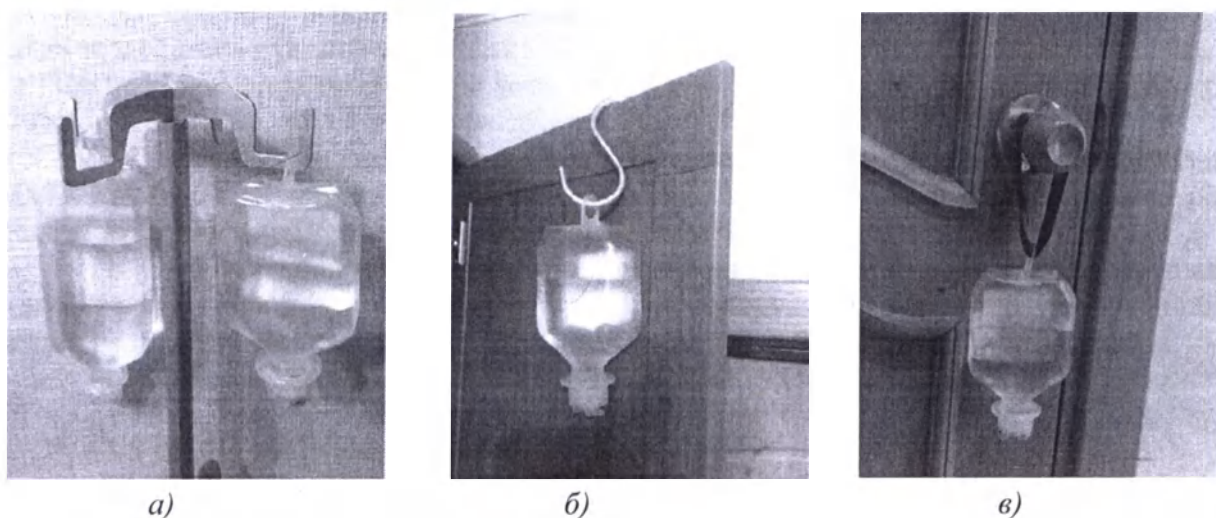

Рис. 3. Порядок работы изделия. Вариант 2.
- Подвесить за петлю полимерный контейнер (пакет, емкость, флакон) на крюк штатива для вливаний или на подходящий элемент интерьера на необходимой высоте, при необходимости использовать крючок (см. рисунок 3б) и/или ремень удерживающий (см. рисунок 3в).